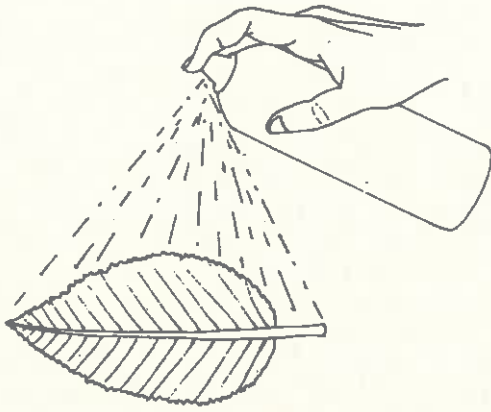

Figura 1
- 1) La fulla es recobreix de vernís (optatiu) (figura 1).